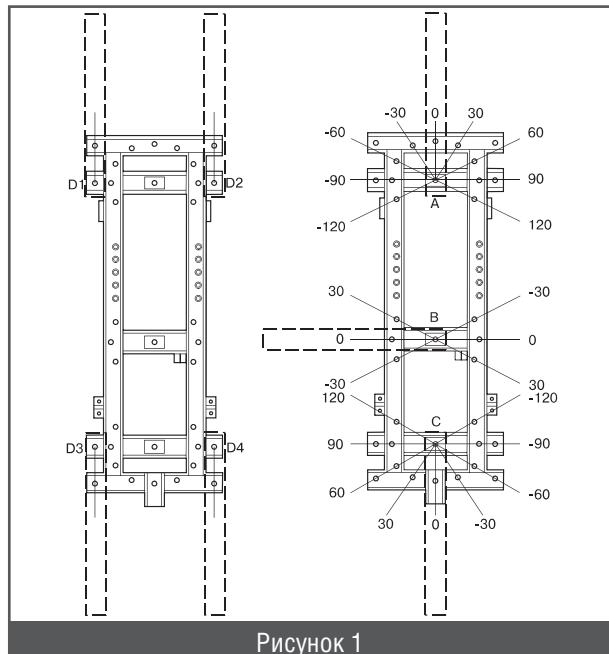

Рисунок 1
- Для крепления силовых устройств на раме стапеля предусмотрены места A, B, C, D1-D4. В местах A и C предусмотрено по 9 положений силового устройства, в месте B 6 положений. В местах D1-D4 положения силовых устройств строго фиксированы (рисунок 1).